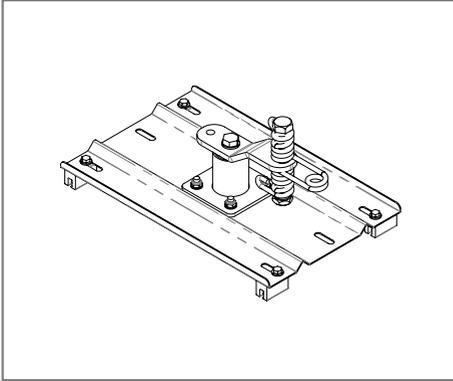

Figura 1
- Installare il primo punto di estremità [Figura 1].